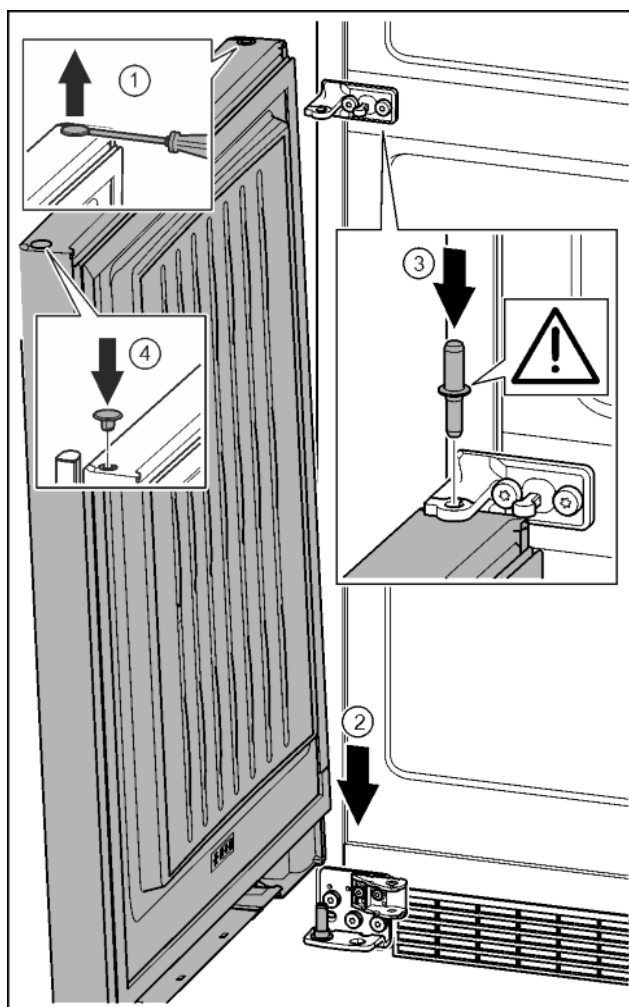

Fig. 32
- ▶ Осторожно приподнять шлицевой отверткой заглушку и извлечь ее. Fig. 32 (1)
- ▶ Установить дверь сверху на нижний опорный палец. Fig. 32 (2)
- ▶ Вставить средний опорный палец через средний опорный кронштейн в нижнюю дверь. При этом следить за тем, чтобы выступ фиксатора был направлен назад. Fig. 32 (3)
- ▶ Заглушку снова вставить с другой стороны. Fig. 32 (4)